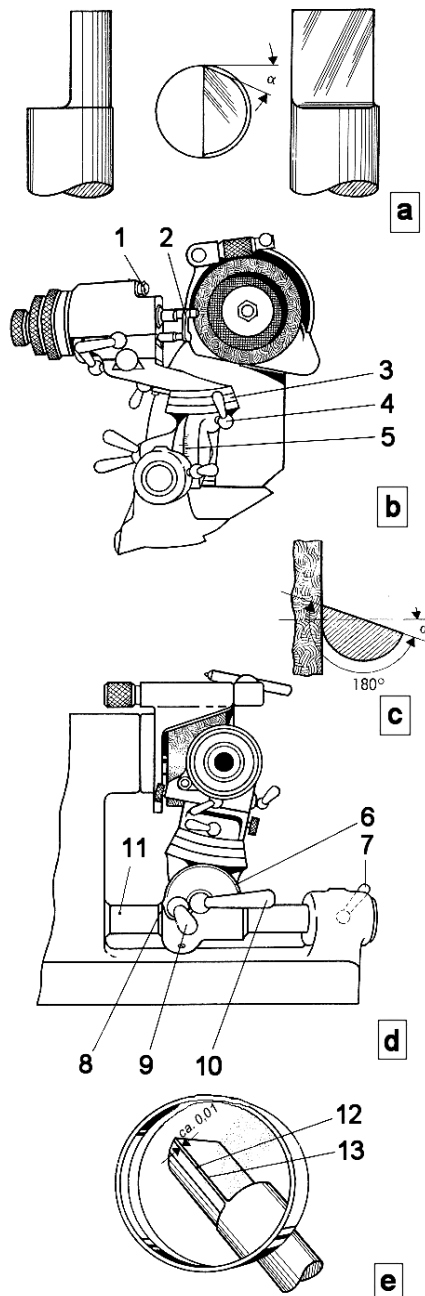

Bild 7-6: Rund- und Hinterschleifen der Seitenschneide zylindrischer Formen
Nach dem Schleifen der Brustfläche ist die seitliche Schneidkante sowie die Stirnschneidkante anzuschleifen. Die Schnittwinkel, die an beiden Schneidkanten zu berücksichtigen sind, sollen dem zu bearbeitenden Werkstoff entsprechen, siehe Tabelle 7-1 bei Kapitel 7.2.3. Für das Schleifen der Seitenschneide zylindrischer Formen (Bild 7-6 Abb. a) ist wie folgt zu verfahren:
1. Teilungsring (Bild 7-6 Pos.3) mit Schwenkarm auf 0 stellen und Knebel (Bild 7-6 Pos.4) festziehen.
2. Roten Punkt ins Fenster (Bild 4-1 Pos.22) bringen und Raste (Bild 7-6 Pos.1) in die mittlere Bohrung einsetzen.
3. Frässtichel mit dem Einstellfinger (Bild 7-6 Pos.2) ausrichten, spannen und Einstellfinger (Bild 7-6 Pos.2) wieder zurückschieben (Bild 7-6 Abb. b).
4. Knebel (Bild 7-6 Pos.10) lösen und den Schwenkarm auf den gewünschten Hinterstellwinkel auf Teilung (Bild 7-6 Pos.5) einstellen. Knebel (Bild 7-6 Pos.10) wieder festklemmen (Bild 7-6 Abb. d).
5. Knebel (Bild 7-6 Pos.7) klemmen und Knebel (Bild 7-6 Pos.9) lösen. Den Teilkopfträger auf der Rohrführung verschieben und den Fräser in ungefähre Berührung mit der Stirnseite des Schleifkörpers bringen.
6. Vor dem Klemmen des Knebels (Bild 7-6 Pos.9) den Markierungspunkt des Senkrechtschwenklagers (Bild 4-1 Pos.17) auf ungefähr gleiche Höhe wie den Markierungspunkt der Rohrführung (Bild 4-1 Pos.14) einstellen. Knebel (Bild 7-6 Pos.9) festklemmen und Knebel (Bild 7-6 Pos.7) lösen.
Die Raste (Bild 7-6 Pos.1) in die rechte Bohrung setzen. Den gewünschten Durchmesser durch Drehen des Zangenlagers um 360° anschleifen.
Den roten Punkt wieder ins Fenster (Bild 4-1 Pos.22) bringen und die Raste (Bild 7-6 Pos.1) in die linke Bohrung einsetzen. Für das Zangenlager ist nun eine Drehung von 180° zwischen den Anschlägen der Rastenscheibe möglich.
Das Hinterschleifen des Frässtichels erfolgt mit Hilfe der Feineinstellschraube (Bild 4-1 Pos.15) über den ganzen Drehbereich des Zangenlagers (Bild 7-6 Abb. c). Der Hinterschliff wird dabei zwangsläufig erzeugt. Dieser soll sich nur auf die Länge der Brustfläche erstrecken.
**Bei fertig geschliffener Seitenschneide muß vom Rundschliff eine Fase von geringster Breite sichtbar sein (Bild 7-6 Abb.e).**